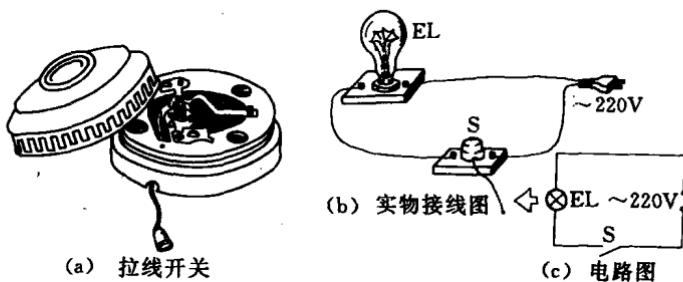

图 1-1-2 简单交流电路
(1) 取一只白炽灯泡、一个插头和一个拉线开关。拉线开关的构造如图 1-1-2(a) 所示。在教师指导下，学生两人一组，一人操作，另一人监护。按图 1-1-2(b)、(c) 连接电路。
(2) 将插头插入室内单相插座，然后拉动开关。